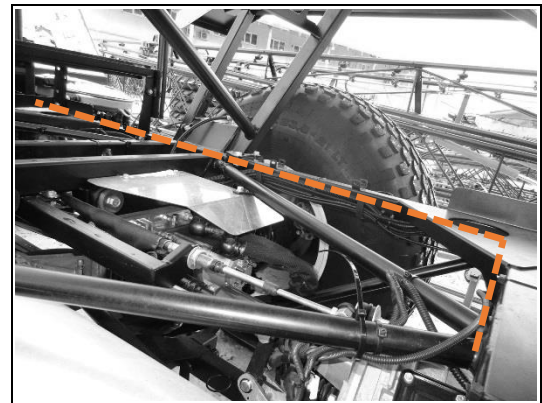

Рис. 150
- 2) Проложите жгут по верхнему правому профилю рамы (Рис. 150) и доведите до передней части кабины и заведите в кабину совместно со всеми жгутами